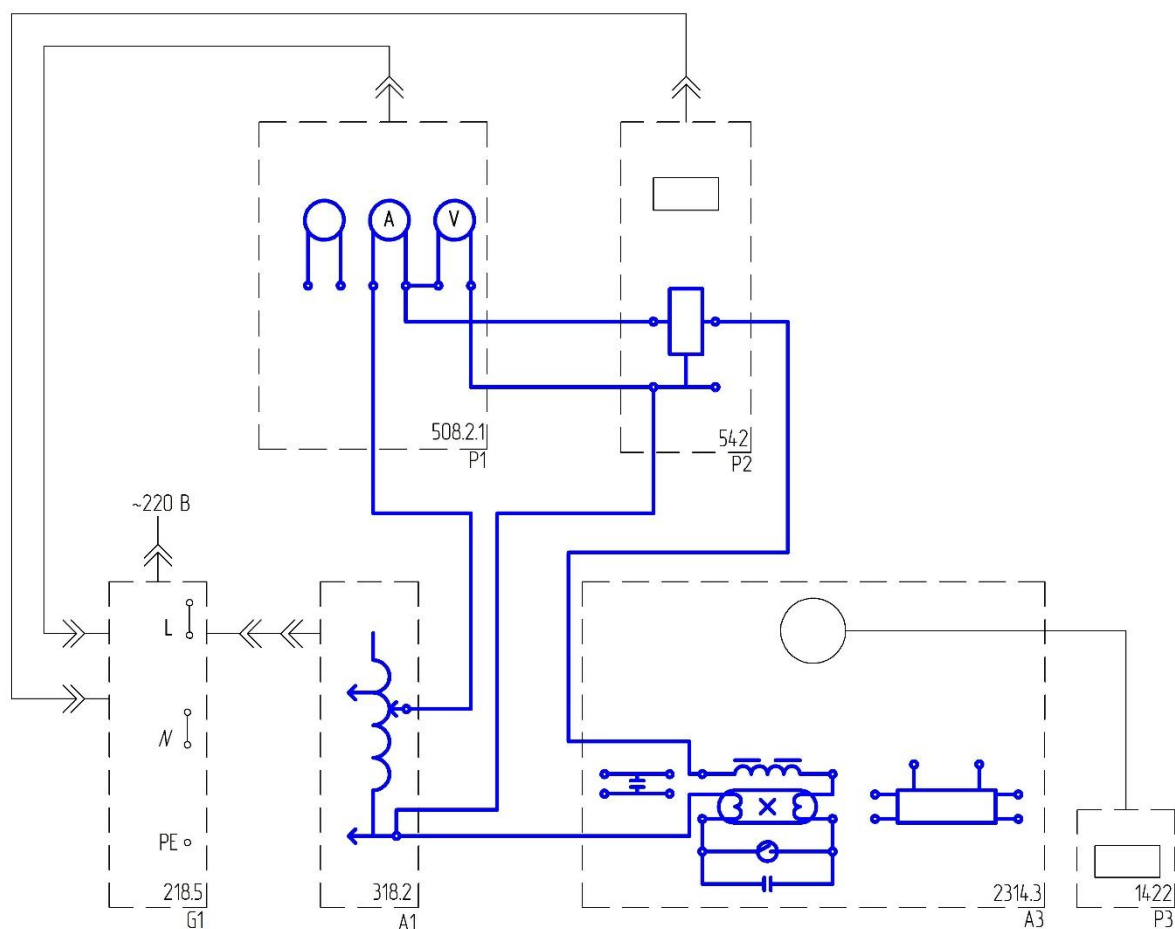

Рис.2.7
- Соедините аппаратуру в соответствии со схемой электрической соединений, приведенной на рис.2.7.